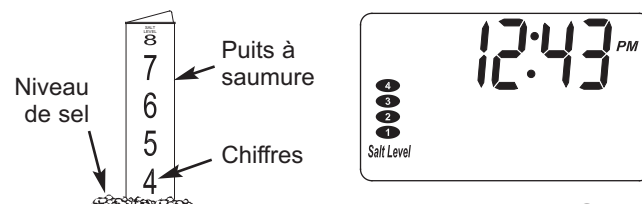

FIG. 26
3. Appuyez sur le bouton SET SALT LEVEL (régler le niveau de sel) jusqu'à ce que les ellipses noires correspondent au niveau de sel (voir la figure 26). Au niveau 2 ou moins, l'indication DEL « Check Salt Level » (vérifier le niveau du sel) s'affichera en clignotant.